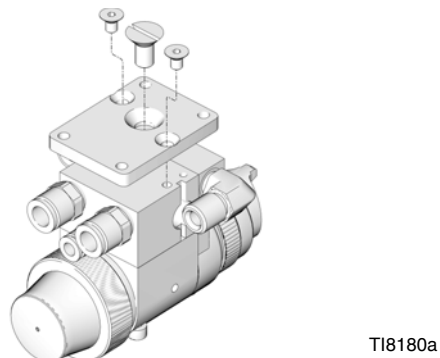

Рис. 5. Модифицированная переходная шайба
1. Смонтируйте переходную шайбу на коллекторе тремя винтами из комплекта поставки (Рис. 5).